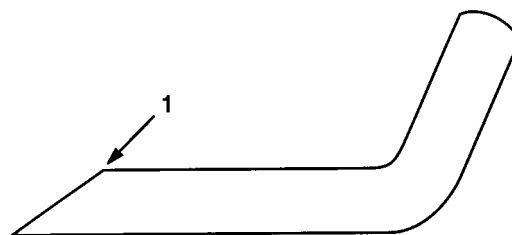

Fig. 15
3. Undersøk eggene på alle knivene. Kvess knivene hvis nødvendig. Du må bare kvesse toppen av eggen og kvesse i samme vinkel for å sikre at kniven holder seg kvass (fig. 15). Kniven holder seg i balanse hvis like mye metall fjernes fra begge egger.